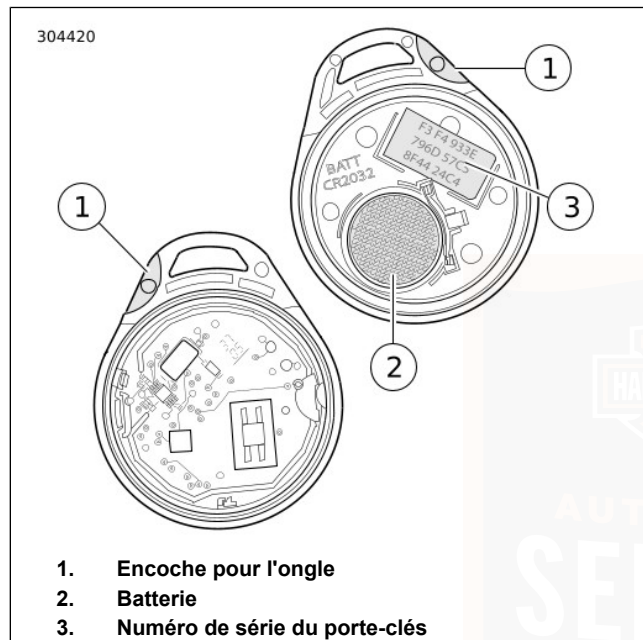

Figure 58. Pile pour porte-clés
1. Voir Figure 58. Tourner lentement une lame mince dans l'encoche pour ongle (1) sur le côté du porte-clés pour séparer les deux moitiés.
2. Retirer la pile (2) et la jeter.